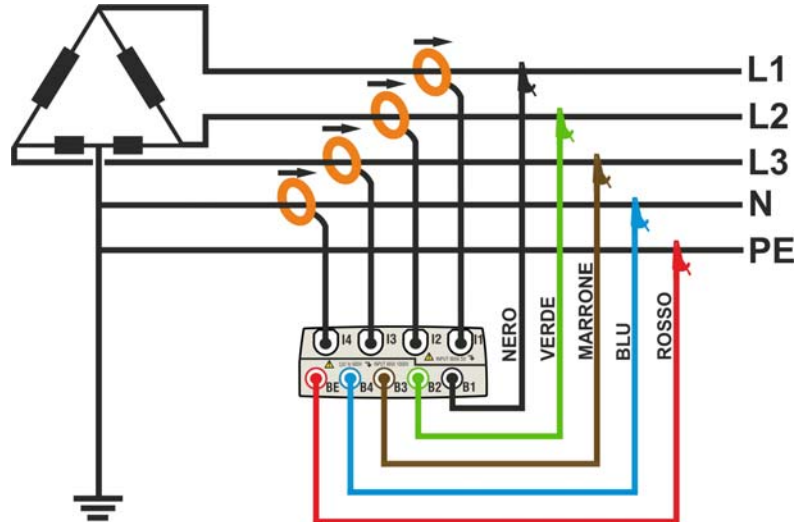

Fig. 176: Collegamento dello strumento in un sistema Trifase 4-fili 3F HL
2. Collegare i cavi di misura della tensione sui conduttori di Fase L1, L2, L3, N e PE rispettando i colori come mostrato in Fig. 176. **Verificare a display l' indicazione "123" relativa al corretto senso ciclico delle fasi** (vedere il § 5.2.4) ed effettuare le opportune correzioni fino al raggiungimento di tale situazione.
3. Collegare le pinze di corrente sui conduttori di Fase L1, L2, L3 e N come mostrato nella Fig. 176 **rispettando il verso della freccia** presente sulla pinze stesse che indica la direzione convenzionale della corrente da generatore a carico. **Verificare sempre, (selezionando preliminarmente il sistema 3-fili) nelle videate della sezione Visualizzazione Misure, che le Potenze Attive P1, P2, P3 siano sempre positive e che i fattori di potenza Pf1, Pf2, Pf3 siano corrispondenti ad un carico, normalmente induttivo**, prima di attivare una registrazione. In caso di valori negativi della potenze attive ruotare le pinza di 180° sui conduttori interessati.